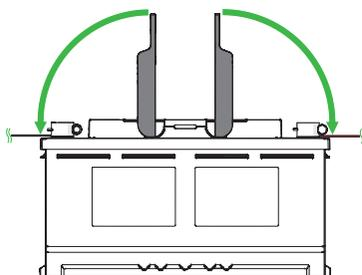

Figure 2.
4. Placer les protections de poignées sur les bornes. (Figure 2)